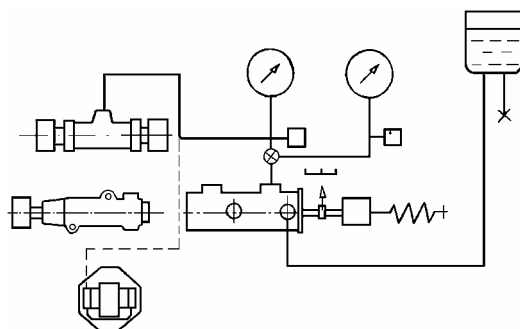

Рис.54.
18.3. Испытание заднего колесного цилиндра, или суппорта передних колес в сборе с цилиндрами, или рабочего цилиндра выключения сцепления, рис. 54: